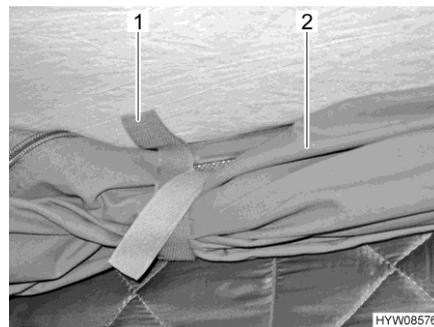

Bild 48 Haltetaschen
- Haltetaschen (Bild 48,1) an aufgerolltem Zeltstoff (Bild 48,2) lösen.
- Zeltstoff (Bild 48,2) einrollen und mit den Haltelaschen (Bild 48,1) sichern.